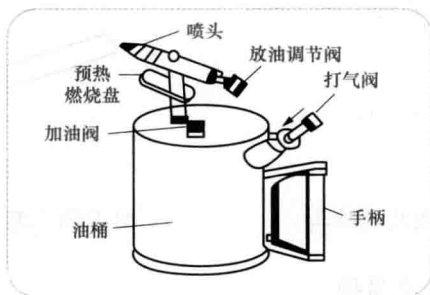

图 1-15 煤油喷灯的外形结构
(1) 使用方法。喷灯是一种利用喷射火焰对工件进行加热的工具，常用于锡焊时加热烙铁或工件。在电工操作中，制作电力电缆终端头或中间接头及焊接电力电缆接头时，都要使用喷灯。
(2) 种类。按照使用燃料的不同，喷灯分为煤油喷灯和汽油喷灯两种，使用时千万不能将汽油加入到煤油喷灯中或者将煤油加入到汽油喷灯中。煤油喷灯的外形结构如图 1-15 所示。
(3) 使用时的具体操作步骤。